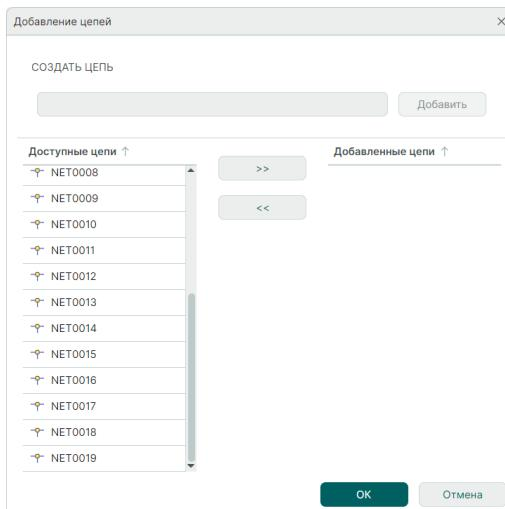

Рис. 172 Окно «Добавление цепей»
- 1) В окне редактора цепей шины в режиме «Список» нажмите кнопку «Добавление цепей». Откроется окно «Добавление цепей», см. Рис. 172.